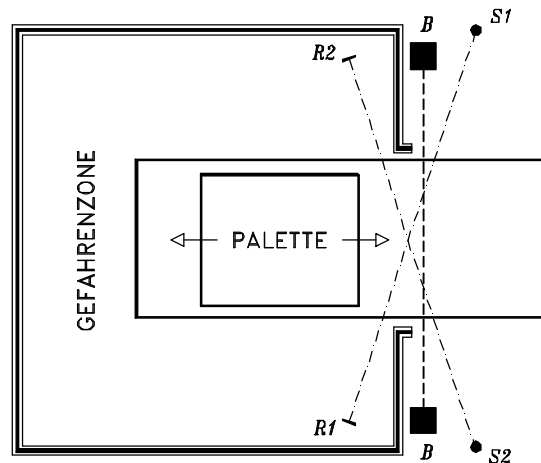

Abb. 12
- ☞ kann ein Sensor 3 nicht in Systemen eingesetzt werden, die in beiden Richtungen laufen, wo die Palette in die Gefahrenzone durch denselben kontrollierten Durchgang eintritt und diese verläßt (Abb. 12).